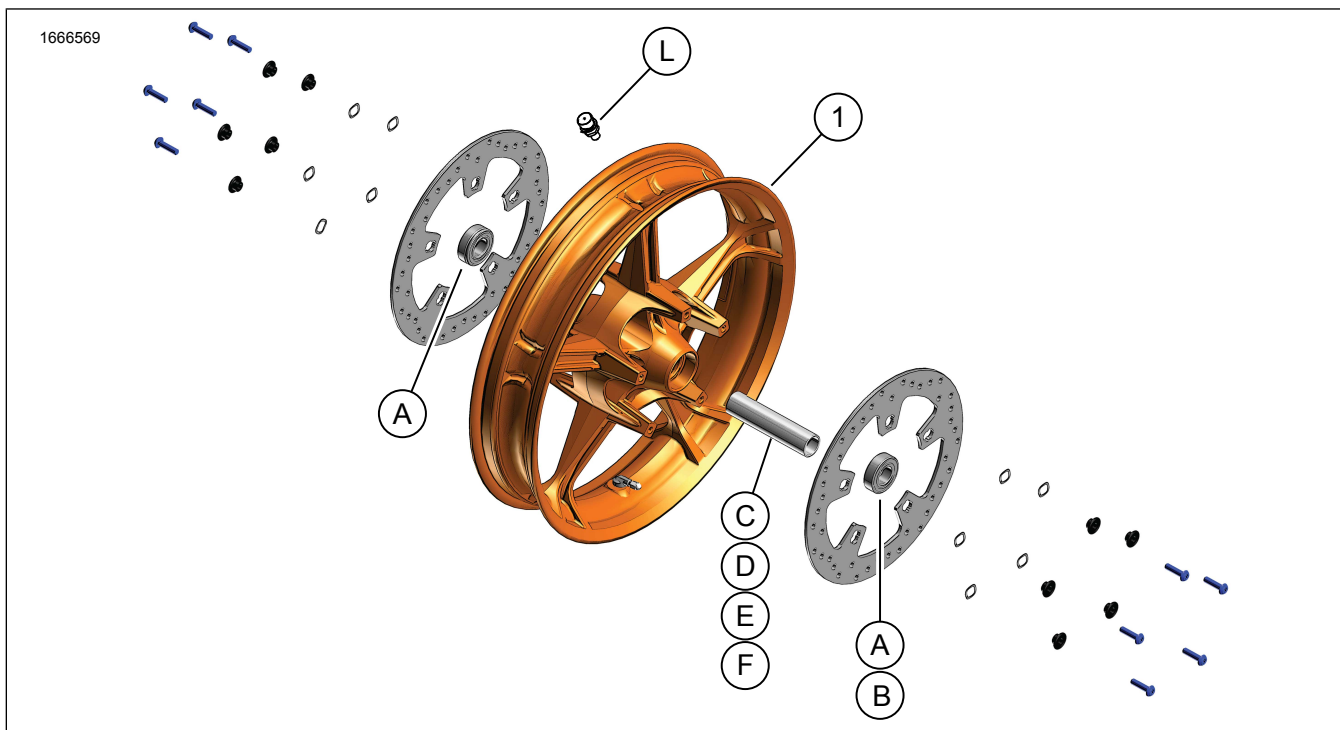

Figura 1. Componente de service: Roata din față
1. A se vedea figura 1. Montați pe roată ansamblul tijei supapei (N). Consultați manualul de service.